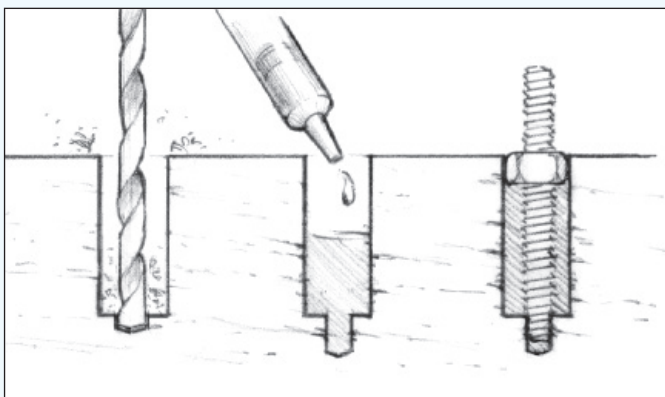

Abbildung 20
2. Setzen Sie eine Mutter mit Scheibe auf die Bolzen, benetzen Sie die unteren Enden, und drehen Sie sie in die mit Epoxidharz gefüllten Löcher. Lassen Sie das Epoxidharz vollständig aushärten, bevor Sie den Beschlag befestigen und die Muttern festziehen (Abbildung 20).